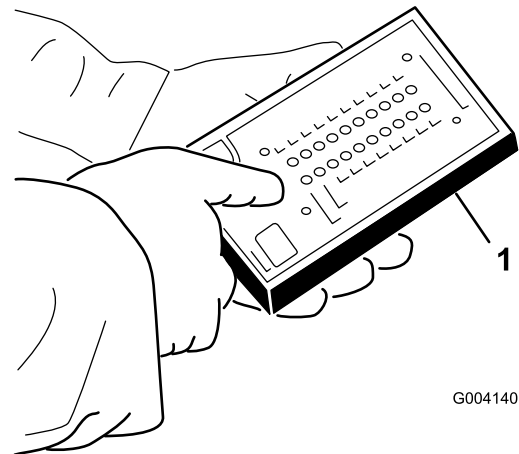

Figure 51
5. Branchez le connecteur de l'affichage de diagnostic ACE au connecteur du faisceau de câblage (Figure 51).